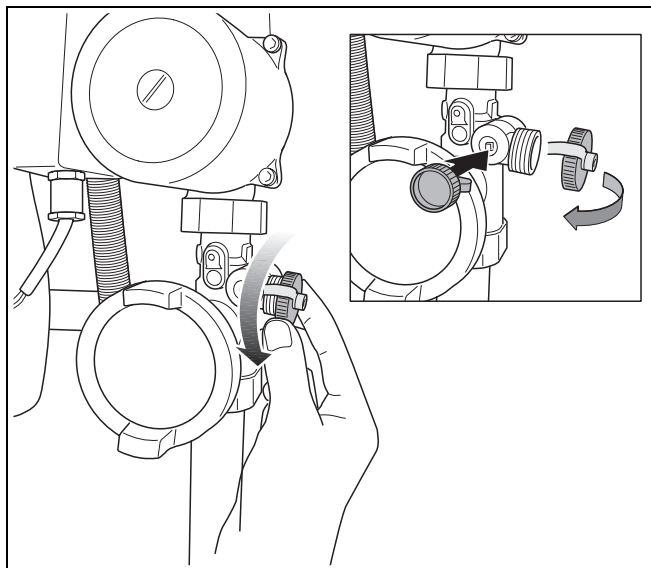

Fig. 9 Retirer le couvercle robinet de remplissage et de vidange
- Dévisser le capuchon (fig. 9).